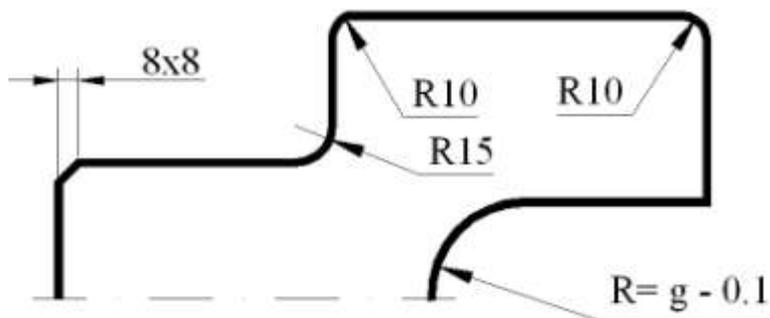

Рис. 83
- выбери второй отрезок: выбрать необходимый отрезок (рис. 83).
- выбери первый объект или [полилиния/радиус/обрезка]: необходимо выбрать опцию **Радиус** из контекстного меню и задать нужное значение. Затем выбрать линии, которые будут сопрягаться (см. рис. 83).